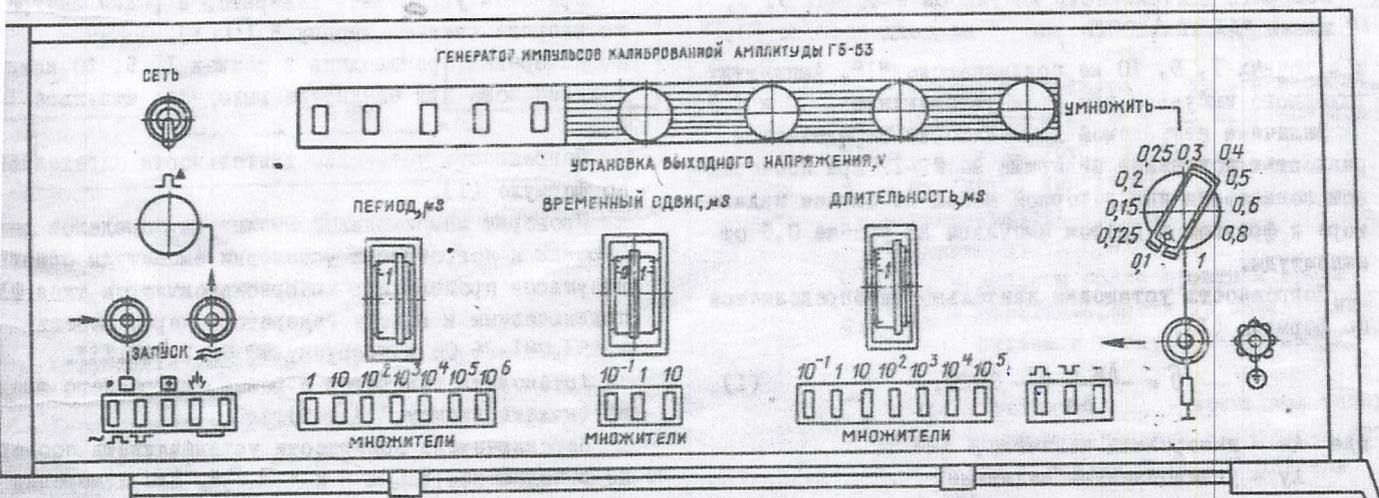

Рис. 17. Общий вид прибора Г5-53
- внешний вид прибора показан на рис. 17;